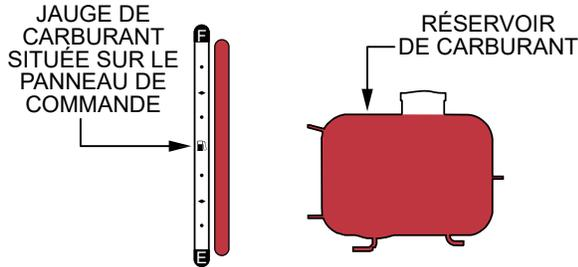

Figure 19. Réservoir de carburant plein
- NE JAMAIS remplir excessivement le réservoir de carburant** — Il est important de respecter la **jauge de carburant** (Figure 19) pendant le remplissage du réservoir de carburant. **N'ATTENDEZ PAS** que le carburant remonte dans le goulot de remplissage.